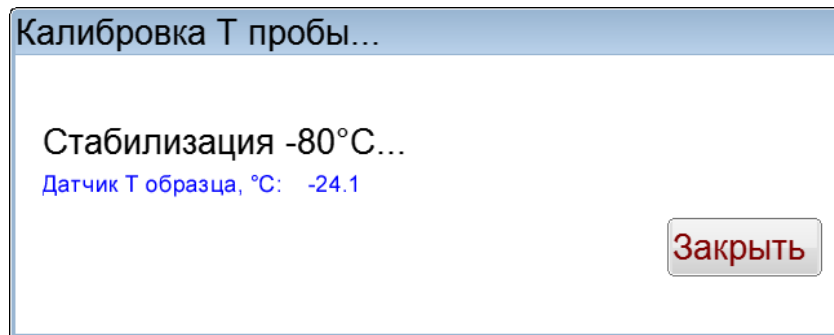

Рисунок 36 - Стабилизация -80°C
5.6.12 После ввода значения с образцового термометра снова отобразится окно «Стабилизация Т пробы», но уже с другим статусом – «Стабилизация -80°C» (рисунок 36).